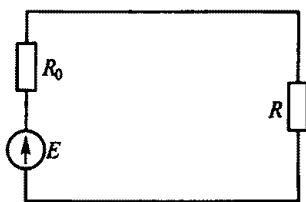

Рис. 10
1.22. Как определить мощность P , выделяющуюся в нагрузке с сопротивлением R на рис. 10, если заданы параметры источника электроэнергии E и R_0 ?